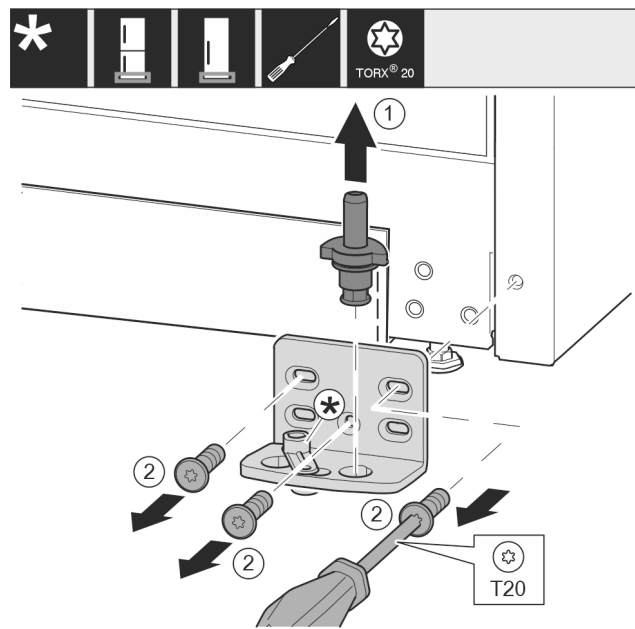

Fig. 22
- ▶ Ložiskový čap vyťahnite úplne nahor. Fig. 22 (1)
- ▶ Skrutky vyskrutkujte skrutkovačom T20 a odnímate ložiskovú konzolu. Fig. 22 (2)